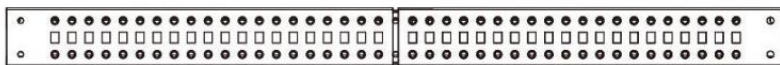

Figure 2
3. Przesunąć lewy uchwyt narożny i prawy uchwyt narożny. narożnik Wsporniki wewnętrzne wzdłuż sekcji środkowych i wyrównaj sekcje środkowe z otworem w lewym narożniku uchwyty i prawym t narożnik Uchwyty. (Rysunek 2)